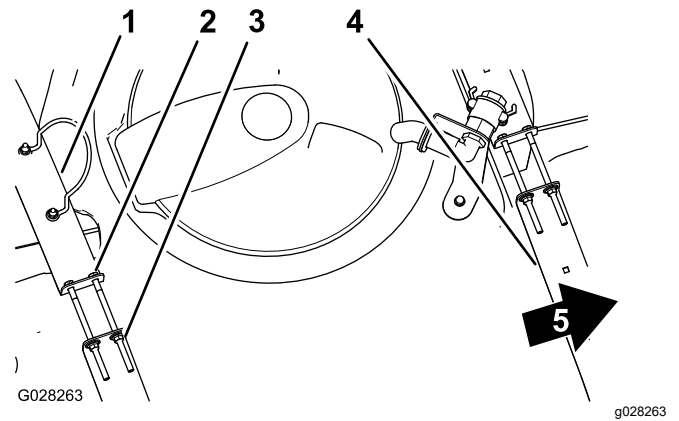

図 84
3. ベルトにゆるみがある場合には、ベルトの上部にあるフランジロックナットとボルトを締めてベルトとタンクとが面一になるようにする 図 84。
2. タンクとタンク固定ベルトとの間に、たるみができていないか点検する 図 84。